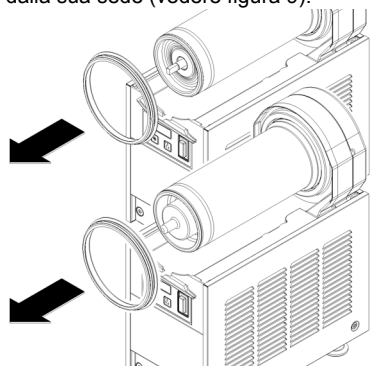

figura 9
**4** Togliere la guarnizione di tenuta del contenitore dalla sua sede (vedere figura 9).